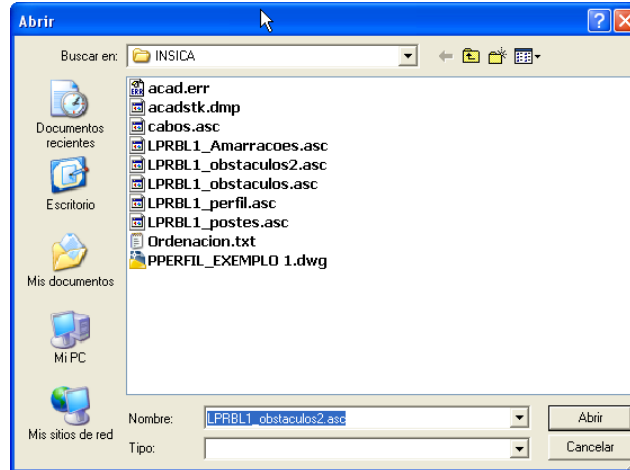

Figura 5.33. Abrir un perfil de INSICA
- Importar perfil y ángulos desde INSICA. Pinchamos en *importar perfil* (Figura 5.21) y posteriormente en *importar perfil de INSICA* (Figura 5.22). Nos aparece una ventana (Figura 5.33) que nos pide la localización del archivo de INSICA (archivo de texto con datos tabulados). En este archivo se incluye los puntos del perfil y los ángulos de la línea. El perfil del terreno de INSICA se ha generado gracias a los datos LIDAR obtenidos mediante un vuelo sobre el